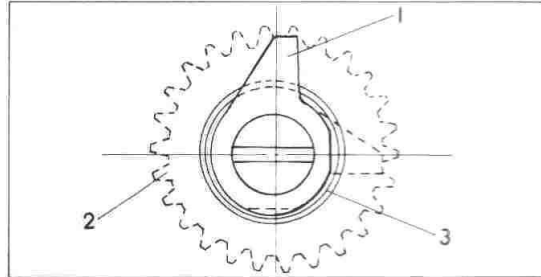

Fig. 3-5-10
2. While keeping the kick stopper (ratchet wheel) upwards, engage the kick axle return spring with the slot on end of the kick axle. (Fig. 3-5-10)
2. En maintenant vers le haut l'arrêt de kick (roue d'encliquetage), engagez le ressort de rappel de l'arbre de kick dans la fente à l'extrémité de l'arbre de kick. (Fig. 3-5-10)